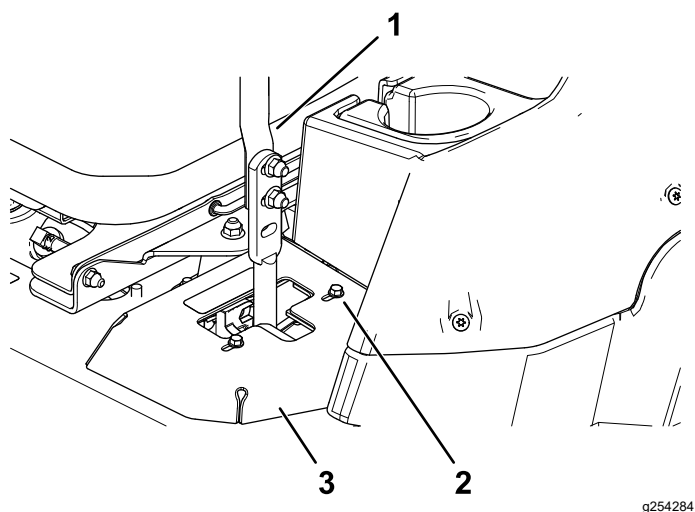

Figura 50
- Si la máquina se desvía hacia la derecha, afloje los pernos y ajuste la chapa del tope izquierdo hacia atrás en la ranura en T de la izquierda hasta que la máquina avance en línea recta (Figura 50).
- Si la máquina se desvía hacia la izquierda, afloje los pernos y ajuste la chapa del tope derecho hacia atrás en la ranura en T de la derecha hasta que la máquina avance en línea recta (Figura 50).
8. Apriete la chapa del tope (Figura 50).